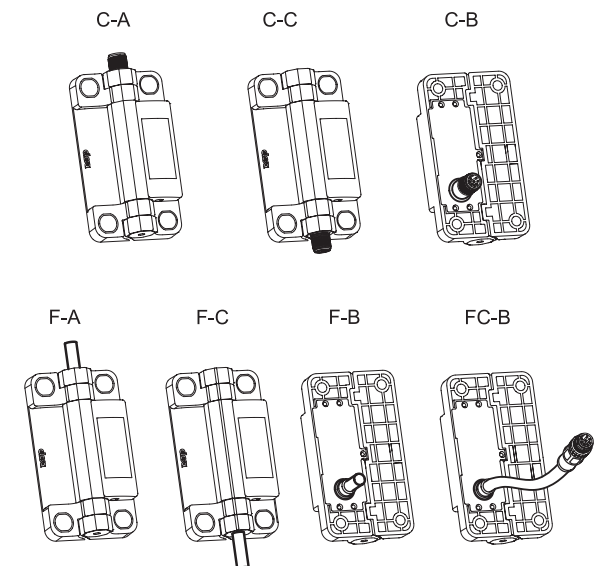

Fig.1
Max 180° (0° e +180° essendo lo 0° la condizione di complanarità delle superfici interconnesse fig.1). L'angolo di commutazione (vedi Funzionamento e manutenzione dell'interruttore di sicurezza multiplo integrato) è garantito da questa condizione.
- La cerniera non deve essere usata come finecorsa meccanico sia per portello alla massima apertura che per portello in posizione di chiusura. Per questo motivo è necessario realizzare degli appositi fermi meccanici che impediscano al portello di andare in battuta sul lato fisso della cerniera (fig.1) o di oltrepassare la posizione di complanarità delle superfici (fig.2).